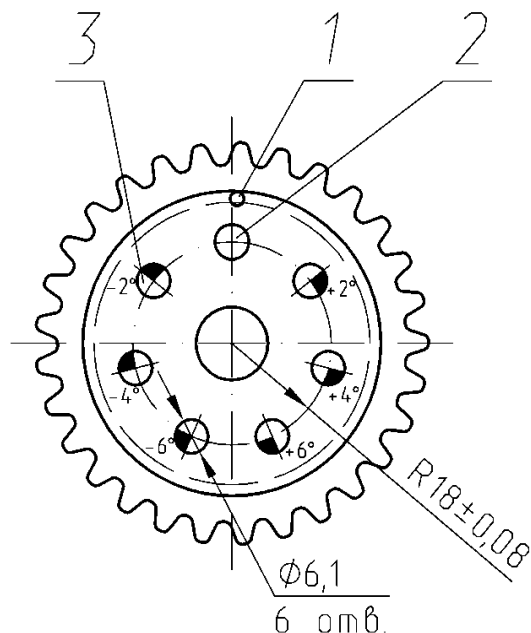

Рис.69. Звездочка распределительного вала с дополнительными отверстиями:
5. По установленному на звездочку распределительного вала кондуктору в каждой звездочке просверлить шесть дополнительных отверстий 3 (рис.69)  $\varnothing 6,1$  мм со следующими угловыми смещениями от номинального положения заводского отверстия 2: